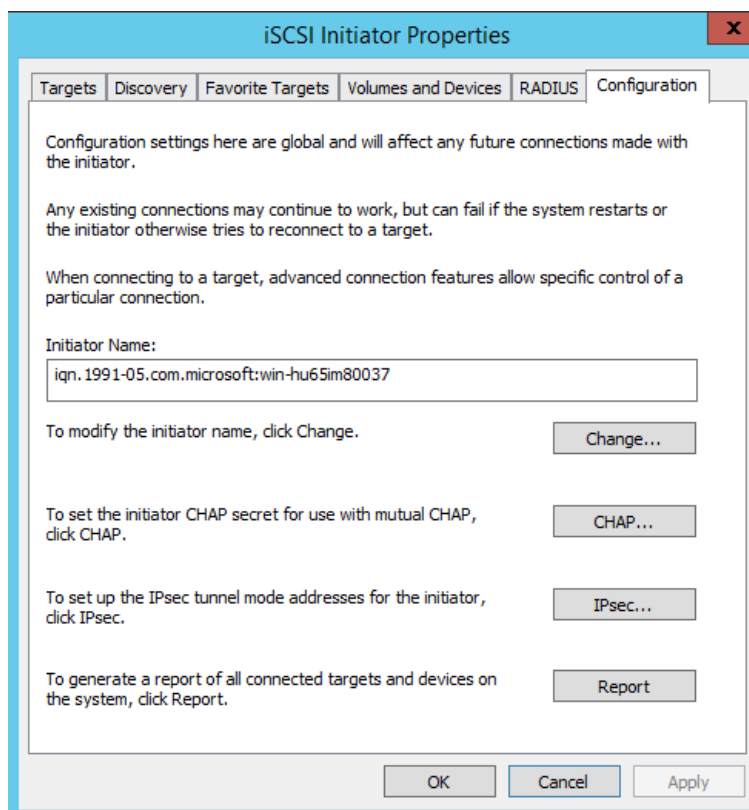

Ilustración 10-1. iSCSI Initiator Properties (Propiedades del iniciador iSCSI), página Configuration (Configuración)
- b. En la página Configuration (Configuración) (Ilustración 10-1), haga clic en **Change** (Cambiar) junto a **To modify the initiator name** (Para modificar el nombre del iniciador).